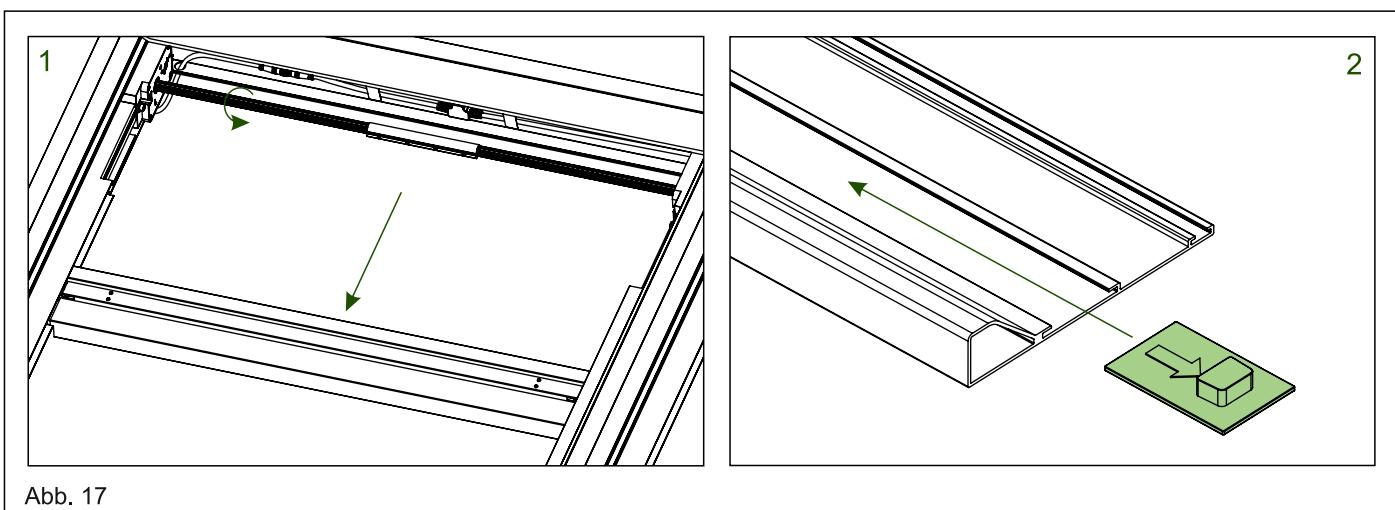

Abb. 17
**18.** **1.** Drehen Sie die Antriebsstange, um Profil 1 etwa 20 cm, von der oberen Kante nach unten zu bewegen. **2.** Bereiten Sie anschließend das Deckenprofil für die Montage vor. Achten Sie darauf, dass die Stopper im Deckenprofil korrekt ausgerichtet sind – der Pfeil auf den Stopfern muss nach außen zeigen. Sollte dies nicht der Fall sein, entnehmen Sie die Stopper und setzen Sie sie in der richtigen Position erneut ein. (Siehe Abb. 17)